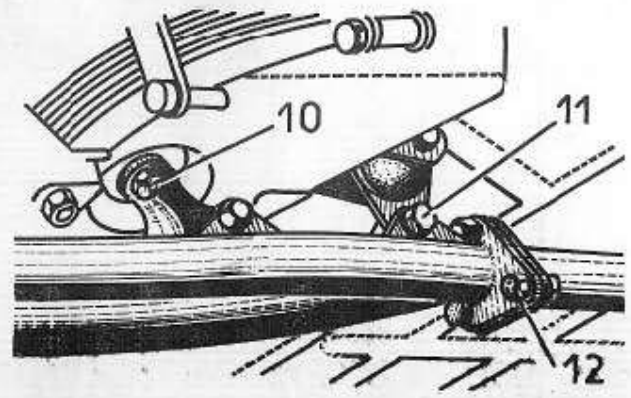

Fig. 53
- 7) Passer sous la voiture, puis poser le joint et les trois vis, rondelles et écrous (12 - Fig. 53), fixant le tube central sur la tubulure d'échappement, ne pas le bloquer. Poser la vis, rondelle et écrou (11 - Fig. 53) fixant la tubulure d'échappement sur le bloc élastique arrière, ne pas bloquer.